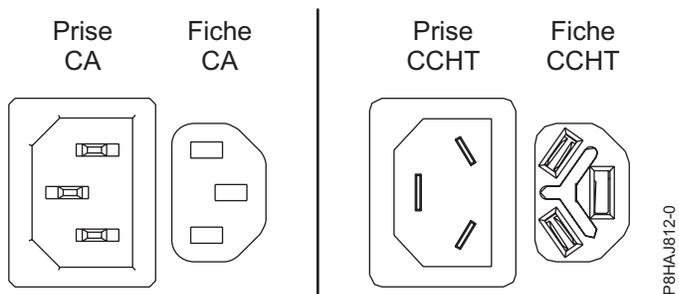
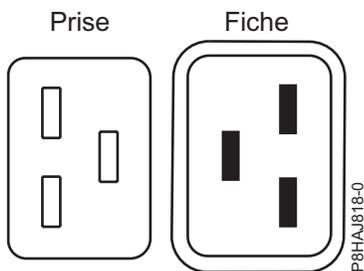
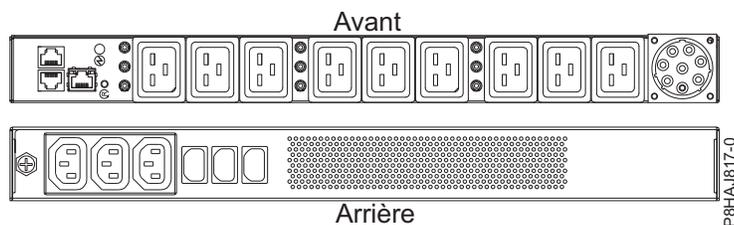

Figure 46. Connecteurs CA et CCHT
Figure 47. Connecteurs pour le système 8408-44E
Figure 48. Unité d'alimentation pour le système 8408-44E
La figure 46 représente les connecteurs pour courant alternatif (CA) et courant continu haute tension (CCHT) pris en charge. Les figure 47 et figure 48 illustrent les connecteurs et l'unité d'alimentation (PDU) pris en charge pour le système 8408-44E.